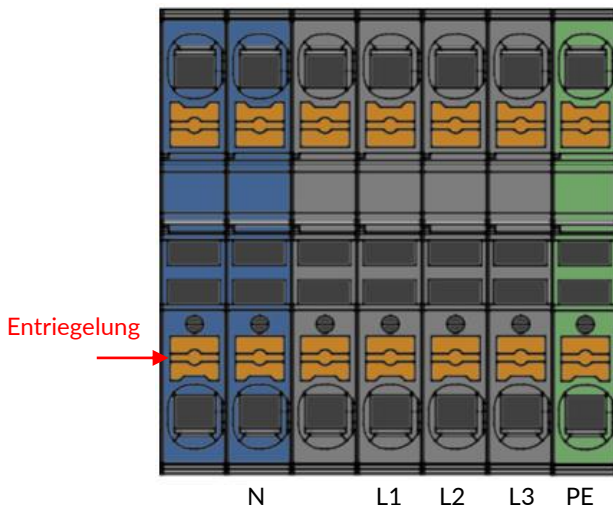

Abbildung 6: Abbildung des Zuleitungsanschlusses
5. Führen Sie die einzelnen Leiter in die entsprechenden Anschlussklemmen ein (Abbildung 6). Öffnen Sie dabei mit dem Schlitzschraubendreher die Verrastungen der einzelnen Anschlussklemmen indem Sie mit einem Schlitzschraubendreher auf die jeweilige Entriegelung drücken (Abbildung 6, Pfeil). Achten Sie bei jedem angeschlossenen Leiter auf einen sorgfältigen Anschluss. Mit Hilfe der Entriegelung können fehlerhaft angeschlossene Leiter wieder entfernt werden.